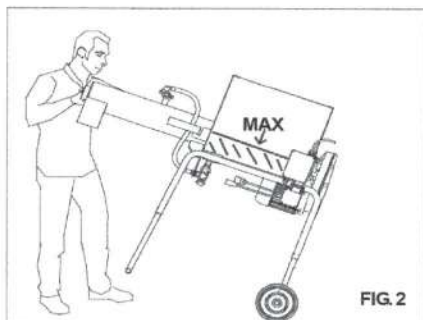
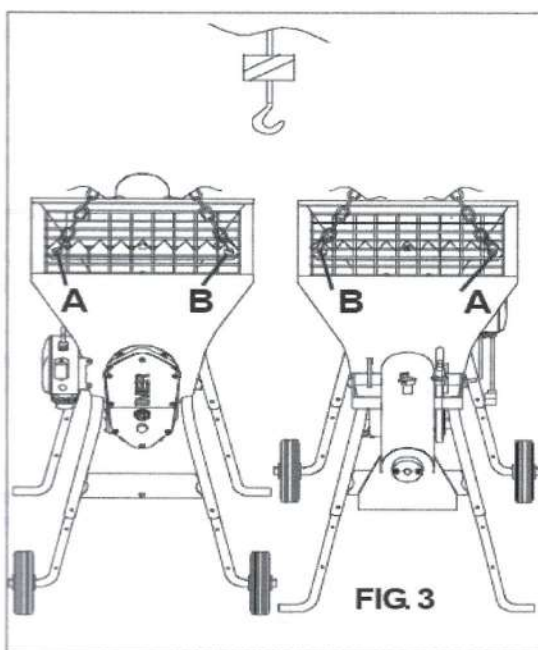

FIG. 2
FIG. 3
8. TRASPORTABILITÀ (vedi fig.2 e fig.3)
Sollevare il mescolatore avvalendosi delle apposite maniglie (fig.2) e spingere nella direzione desiderata.
- ATTENZIONE! Per il sollevamento della macchina non utilizzare punti di aggancio diversi da quelli indicati in fig. 3
Per il sollevamento della macchina utilizzare i due anelli appositamente previsti (fig.3).